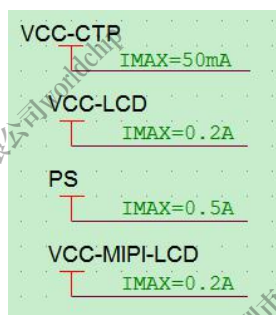

图 2-55 LCD 部分电源工作电压电流
- 需在原理图中标注清楚 LCD 电源的工作电压和最大工作电流，以便 PCB layout 设计，如图 2-55 所示：